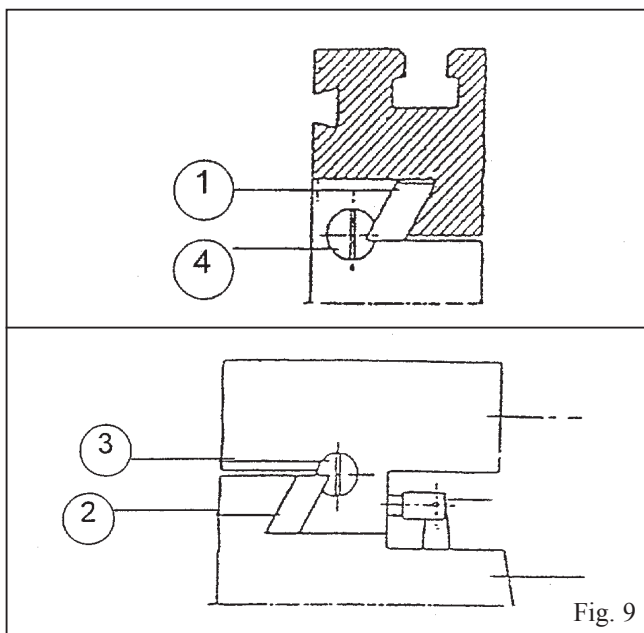

Fig. 9
4. For å justere venstre- og høyrebevegelsen, juster glideskivens bolt til du kjenner en lett motstand når du vrir på bordet (Fig. 9).
5. For å justere lengdebevegelsen, juster glideskivens bolt slik som vises på Fig. 9.